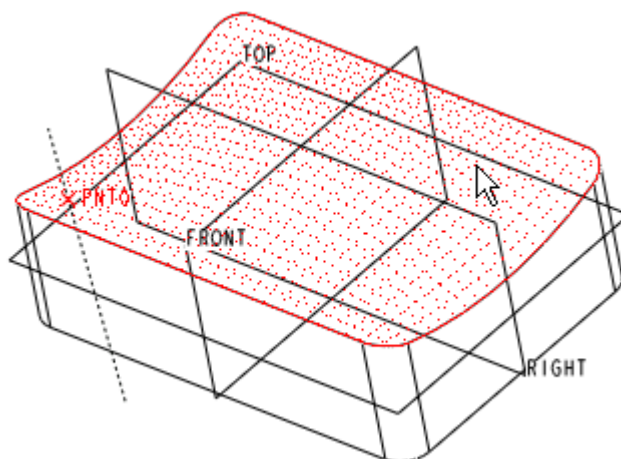

图 52-15
- (3) 单击 ，打开【基准轴】对话框。选择建立的基准点 PNT0，按下 CTRL 键，选择建立的“截面圆顶”曲面，如图 52-15 所示。